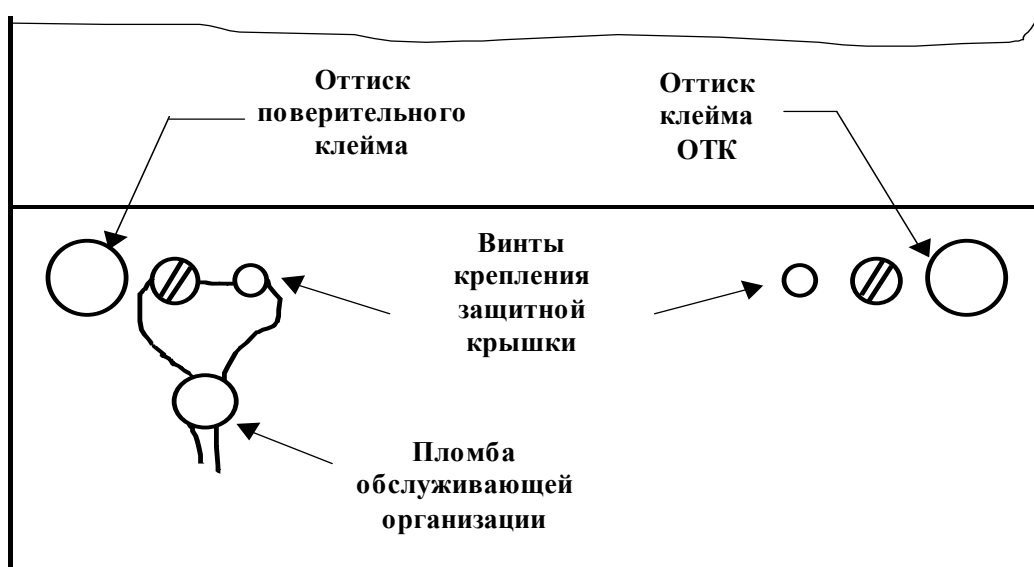

Рисунок 20– Пломбирование счётчика
- снять пломбу защитной крышки контактной колодки, отвернуть два винта крепления и снять защитную крышку (рисунок 20);